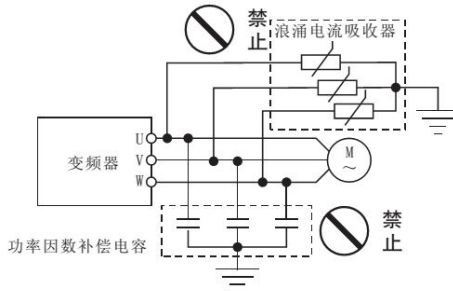

图1-3
- 由于变频器的输出电压是 PWM 脉冲波，因此在其输出端请不要安装电容或浪涌电流吸收器（如压敏电阻），否则将会导致变频器出现故障跳闸，甚至功率元件的损坏。如已有安装的，请务必拆除。见图 1-3 所示。